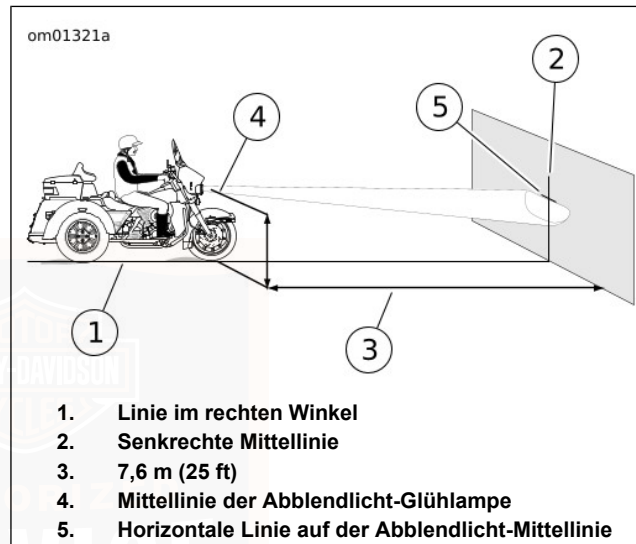

Abbildung 65. Scheinwerferausrichtung: LED
- Siehe Abbildung 65. Das Motorrad auf einer Linie (1) im rechten Winkel zur Wand parken.
- Eine senkrechte Mittellinie (2) an der Wand anzeichnen.
- Bei beladenem Motorrad das Vorderrad gerade nach vorne auf die Wand ausrichten. Den Abstand (4) vom Boden zur Mitte der Abblendlichtglühlampe messen.
- Siehe Abbildung 65. Auf der Mittellinie des Abblendlichts eine horizontale Linie (5) durch die vertikale Linie ziehen.
- Siehe Abbildung 67. Die Scheinwerferausrichtung überprüfen. Siehe Abbildung 65. Der Scheinwerfer ist ausgerichtet, wenn der Oberrand des Lichtstrahlzentrums in der dargestellten Position ist, wenn der Scheinwerfer auf Abblendlicht eingestellt ist.